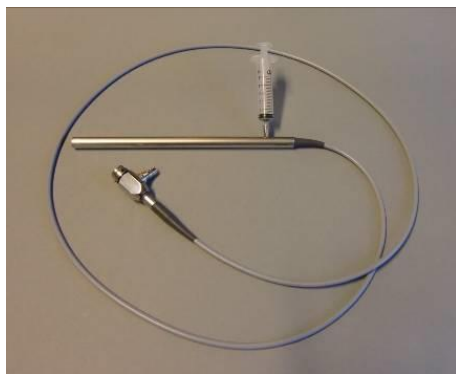

Figure 40
2. Immergez le système optique avec un tube de protection (Figure 40) ou les accessoires dans la solution de nettoyage ; le système optique/l'accessoire doivent être complètement immergés.
6. Rincez le système optique à fond avec une solution de nettoyage au moins cinq fois (seringue jetable), voir figure 40
4. Rincez le système optique à fond avec une solution désinfectante au moins cinq fois (seringue jetable), voir figure 40.